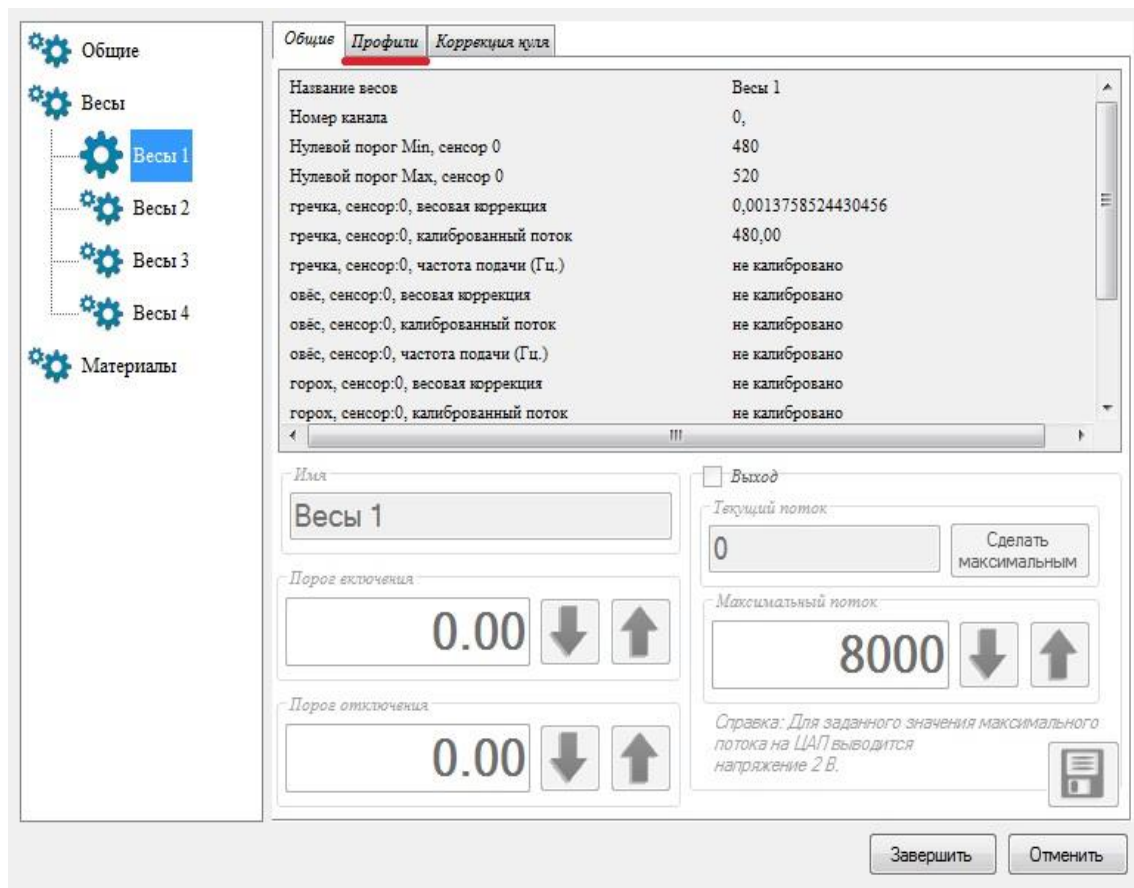
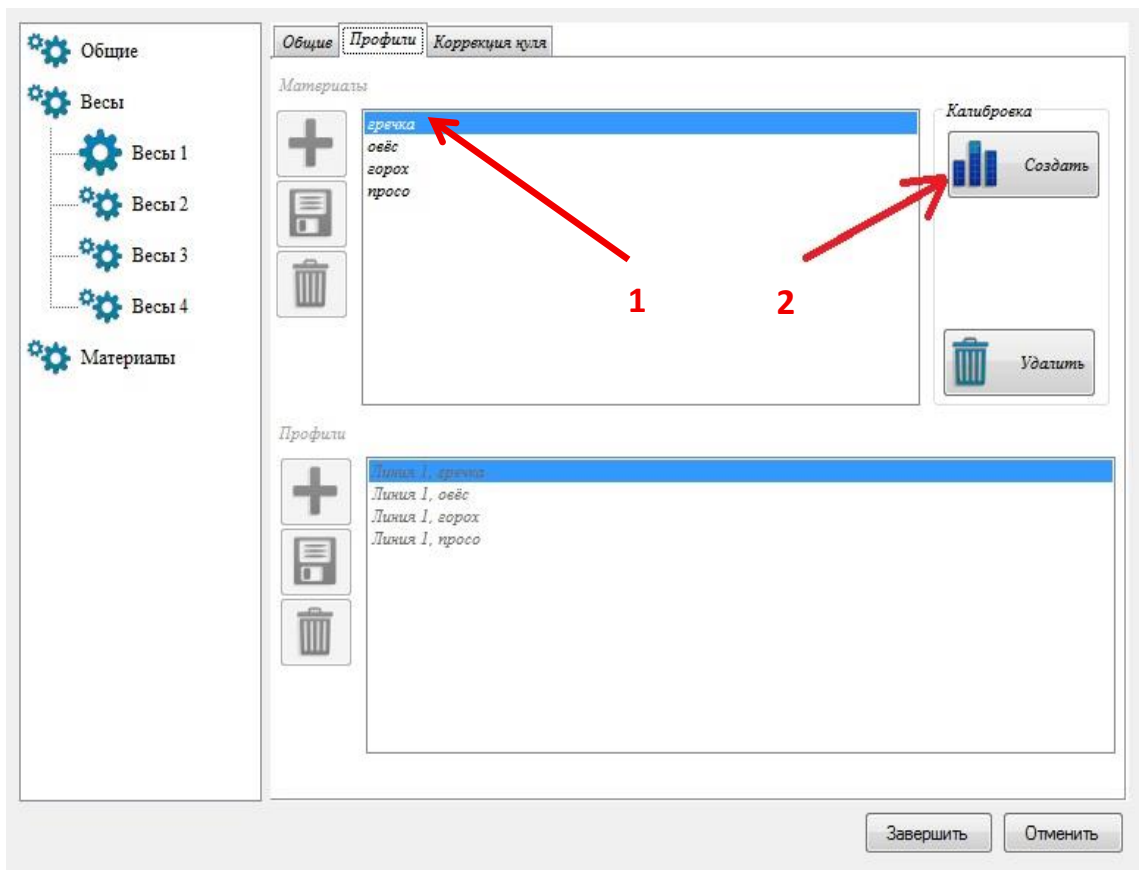
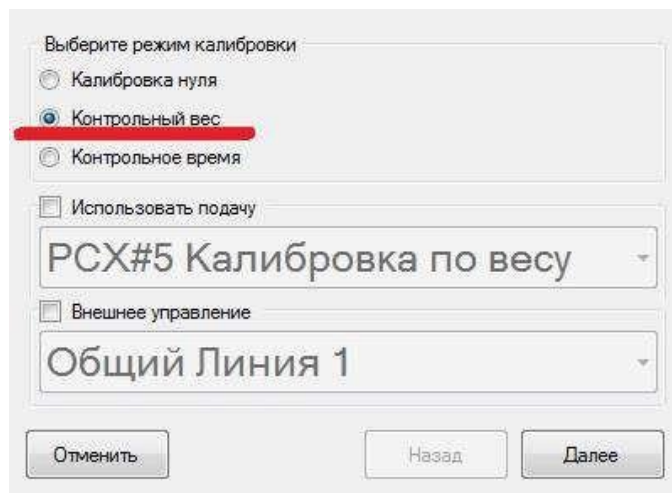

Рисунок 1.13 Параметры выбранного для калибровки Дозатора
Рисунок 1.14 Выбор материала для калибровки
Рисунок 1.15 Выбор режима калибровки
- 3.2.4. В окне параметров выбранного Дозатора, представленном на Рис. 1.13, выберите вкладку "ПРОФИЛИ". Откроется окно выбора материалов для калибровки, представленное на Рис. 1.14;
- 3.2.5. Выберите материал для калибровки (1) на Рис. 1.14) и нажмите кнопку <СОЗДАТЬ> (2) на Рис. 1.14). Откроется окно выбора режима калибровки, представленное на рис. 1.15;